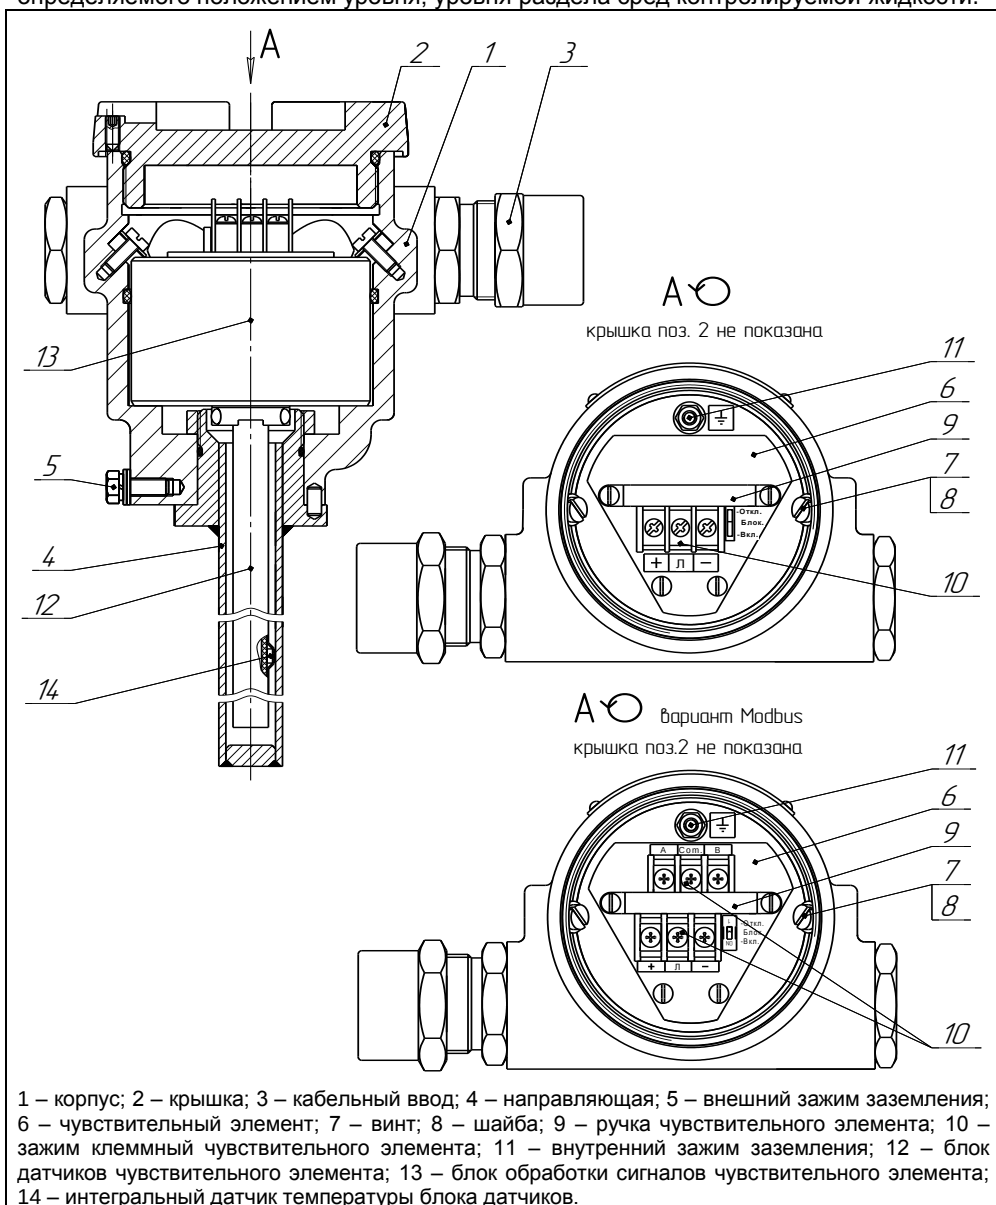

Рисунок 10
1.5.1 Корпус 1 преобразователя с крышкой 2, кабельными вводами 3 и направляющей 4 образуют взрывонепроницаемую оболочку преобразователя (см. рисунок 10). На направляющей устанавливаются устройство крепления, поплавки и ограничители хода поплавков (см. рисунки 1 – 3, 7, 8).
Оболочка на корпусе имеет наружный зажим заземления 5 (см. рисунок 10).